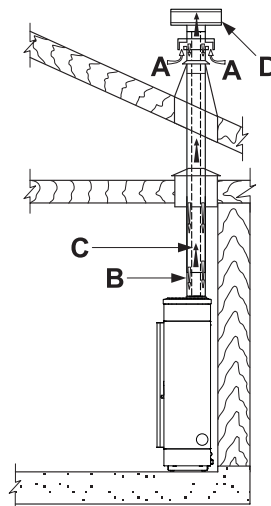

Fig. 5.5
- de canaliser l'air comburant en utilisant un tube d'évacuation coaxial pour l'expulsion des fumées et le prélèvement de l'air ; par conséquent, il n'est pas nécessaire de pratiquer une prise d'air classique dans la pièce (fig. 5.5 A, B=Entrée d'air C,D=Évacuation des fumées) ;
En cas d'installation d'un poêle à granulés appartenant à la gamme « Hermétique », il est possible d'utiliser un tube coaxial spécifique permettant aussi bien l'expulsion des fumées que la canalisation de l'air comburant provenant de l'extérieur (fig. 5.5 A,B=entrée air C,D=sortie fumée).